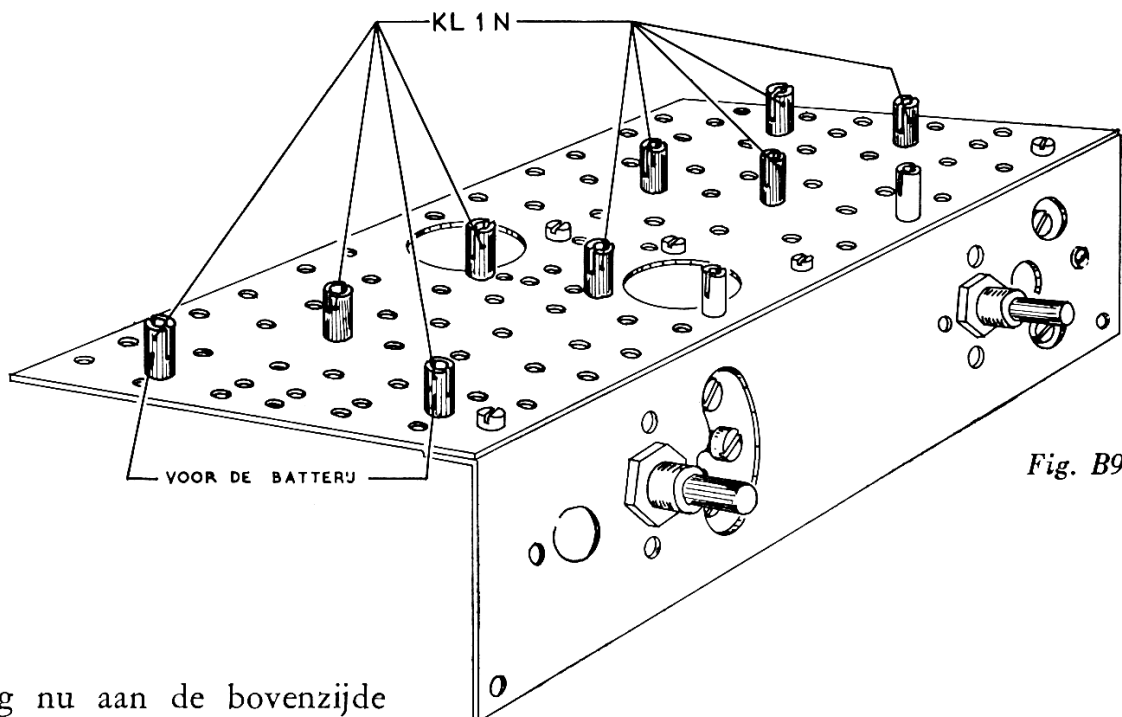

Fig. B9
6. Breng nu aan de bovenzijde negen klemmen KL 1 N aan (fig. B9). Even tellen: aan de bovenzijde moeten nu in totaal elf klemmen zijn gemonteerd.